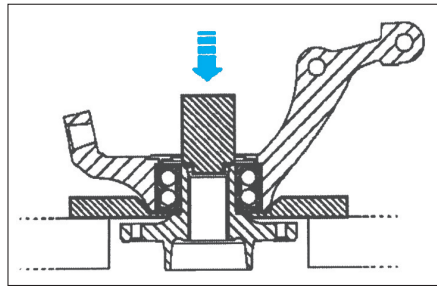

FIG. 11
- le moyeu du pivot avec un mandrin de 41 mm de diamètre et déposer le circlips de roulement (Fig.11).